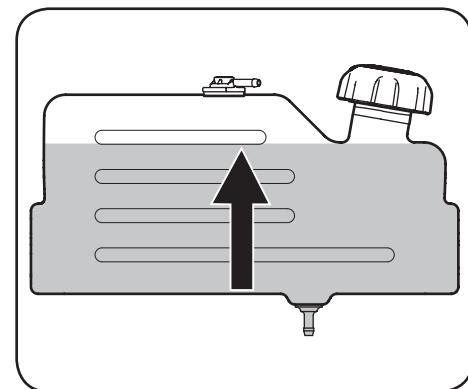

Figura 2-23
- Cargue el depósito de combustible con gasolina. Sólo se debe utilizar gasolina limpia, nueva (con menos de 30 días de antigüedad) y sin plomo. Llene el depósito hasta la base del cuello de llenado dejando espacio para la dilatación del combustible. NO LLENE EL DEPÓSITO DE COMBUSTIBLE AL MÁXIMO. Consulte la Figura 2-23.